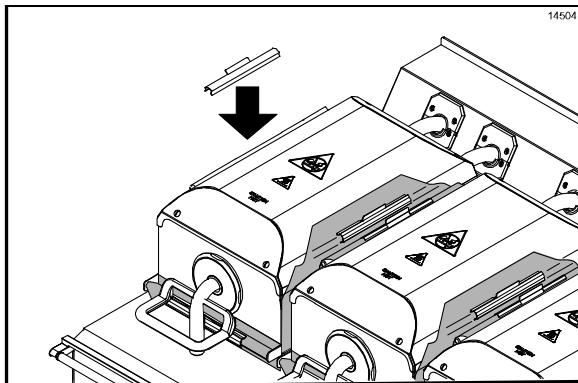

图 111
43. 将铁弗龙不粘膜重新安装在先前使用过的另一侧。用固定夹片和固定杆来固定不粘膜。（请见图 111）